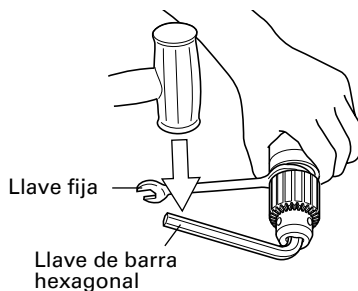

Fig. 13
- (4) Desmontaje del portabrocas de la unidad angular (Fig.13)